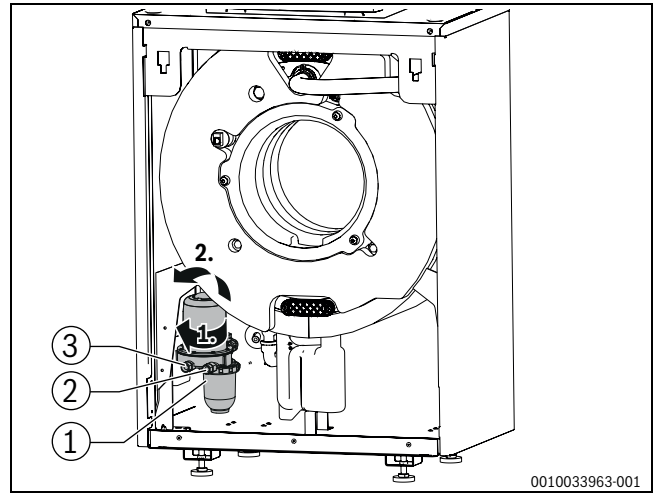

Bild 77 Ölfilter demontieren
- Ölfilter (→Bild 77, [1]) leicht nach vorne drehen; analog Schritt 1.